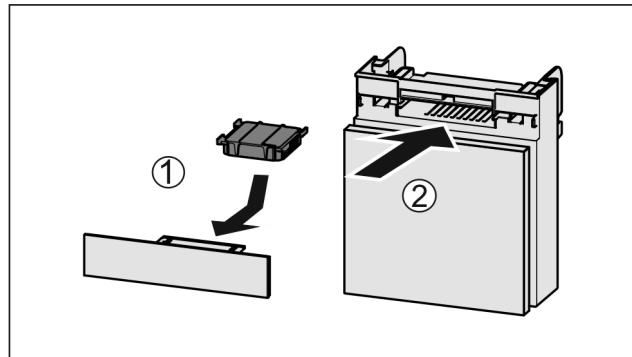

Fig. 52
- Vložte aktívny uhlíkový filter podľa obrázka Fig. 52 (1).
- Zasuňte zásuvku Fig. 52 (2).